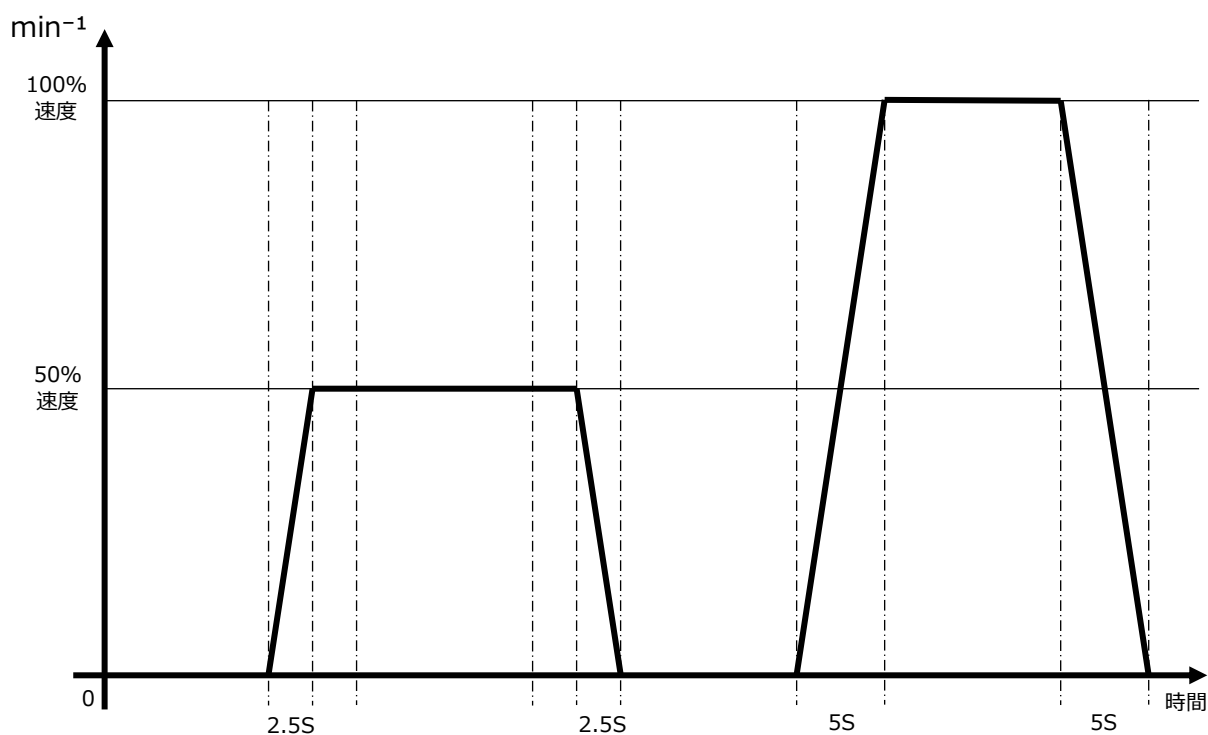

図 2 VSD によるスピード制御
- モータスピードのランプアップ及びランプダウンは VSD で制御し、図 2 に示すように 0%⇒100%または、100%⇒0%まで 5 秒で到達すること。